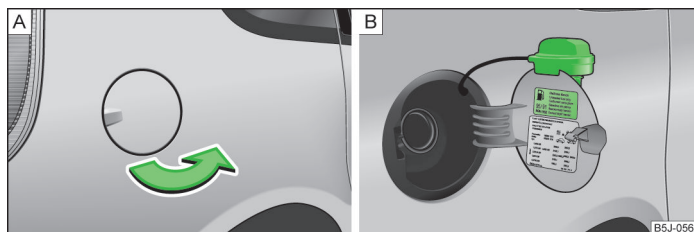

Abb. 125 Fahrzeugseite hinten rechts: Tankklappe / Tankklappe mit aufgeschraubtem Verschluss
Auf der Innenseite der Tankklappe sind die für Ihr Fahrzeug vorgeschriebenen Kraftstoffsorten angegeben » Abb. 125 auf Seite 164 - B.
- Die Tankklappe mit der Hand aufklappen » Abb. 125 - A.
- Den Tankverschluss linksherum herausdrehen und von oben auf die Tankklappe stecken » Abb. 125 - B.